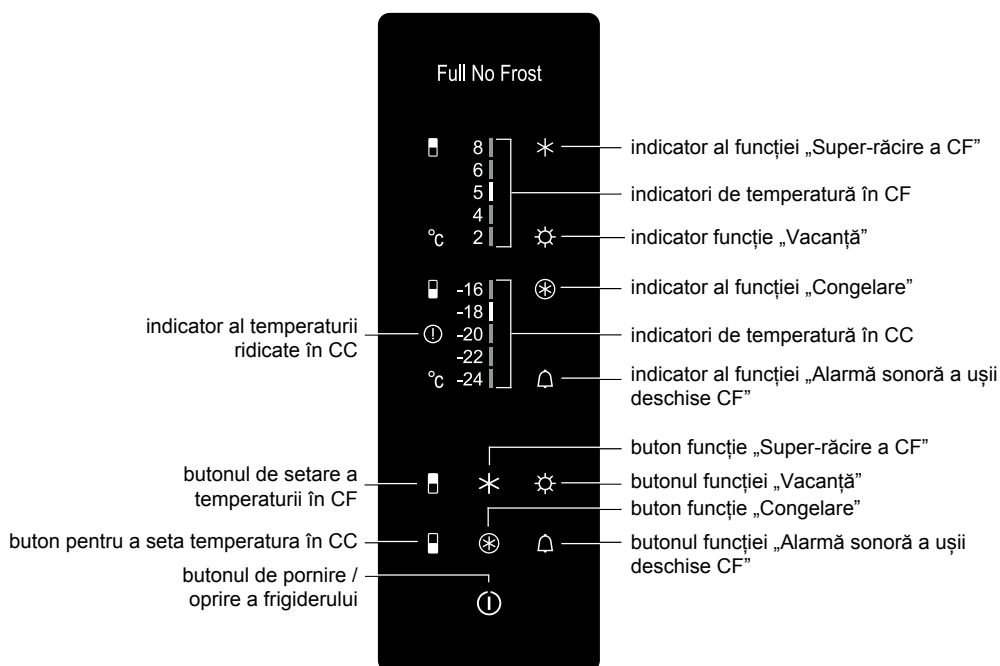

Figura 3 — Bloc gestionare
1.3 Pe ușa frigiderului este prevăzută o unitate de control electronică în conformitate cu figura 3, care vă permite să setați temperatura în compartimente, să porniți / să opriți frigiderul, să porniți funcțiile și să indicați lumina.
2.1.1 Unitatea de control în conformitate cu figura 3 are indicatoare și butoane de control (denumite în continuare butoane).
2.1.3 Indicatorii de funcționare a frigiderului sunt afișați pe unitatea de control (evidențiată condiționat în figura 3). Indicatorii indică temperatura selectată și indică includerea funcțiilor.
**2.5.1** Funcția este activată prin atingerea butonului corespunzător – indicatorul funcției se aprinde în conformitate cu figura 3. Când butonul este atins din nou, indicatorul se stinge, funcția se oprește.